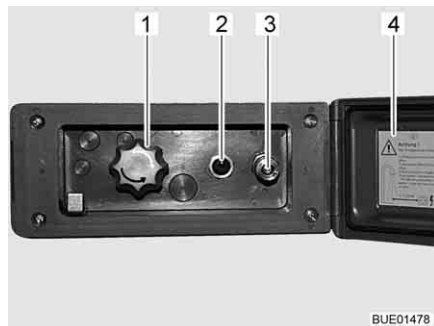

Bild 113 Duschanslutning utsida
- Lås upp och öppna locket (Bild 113,4).
- Anslut ytterduschens slang med snabbkopplingen (Bild 113,3).
- Koppla in vattenpumpen med brytaren (Bild 113,2).
- Ställ in vattentemperaturen enligt önskemål med vredet (Bild 113,1).
- Koppla ur vattenpumpen med brytaren (Bild 113,2).
- Stäng locket (Bild 113,4) och lås det med nyckeln.
- Ställ vredet (Bild 113,1) på mittläget.